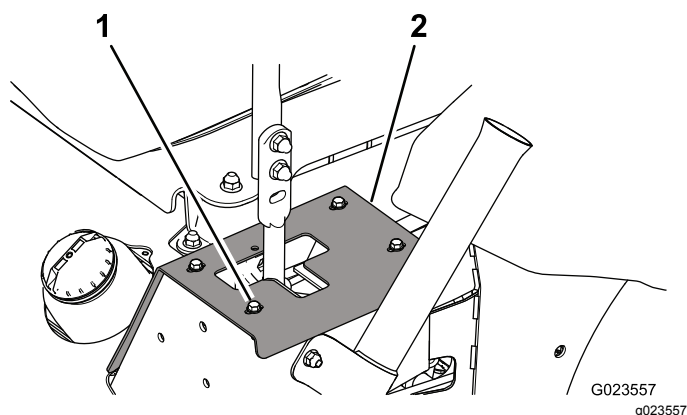

Figura 62
2. Para tener acceso a los pernos de montaje del amortiguador, retire los pernos que sujetan las placas de tope al bastidor (Figura 62).